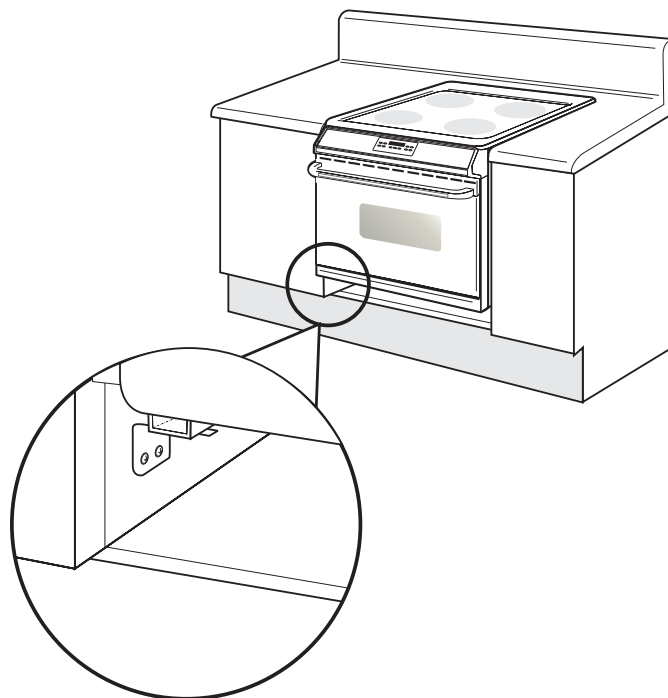

Figura 5
2. Instalación de la ménsula antideslizante (vea Figura 5):